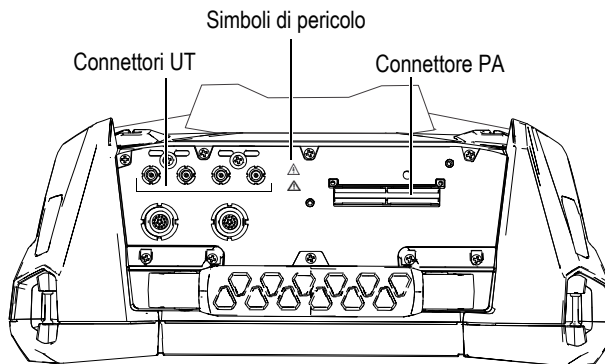

Figura 5-1 Connettori di acquisizione
- Evitare di toccare il conduttore interno dei connettori LEMO per ridurre il rischio di scosse elettriche. Il conduttore interno dei connettori UT può trasmettere fino a 350 V, mentre il connettore PA può trasmettere fino a 120 V. Il simboli di pericolo accanto ai connettori LEMO segnalano il rischio di scosse elettriche (Figura 5-1 a pagina 64).